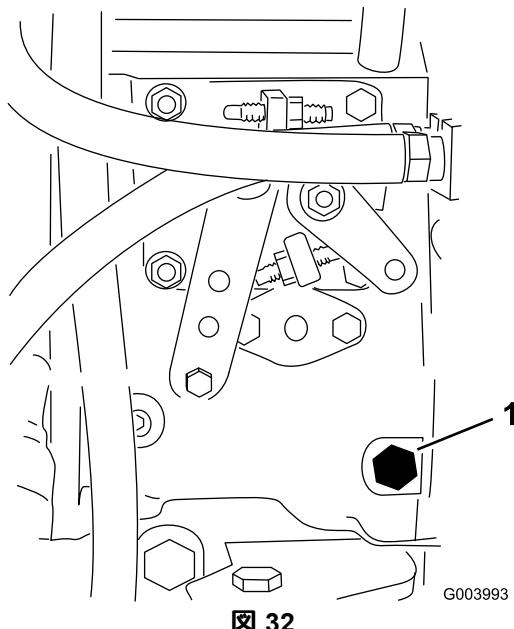

図 32
3. 燃料噴射ポンプ図 32についているエア抜きネジを、12mmのレンチを使って開く。